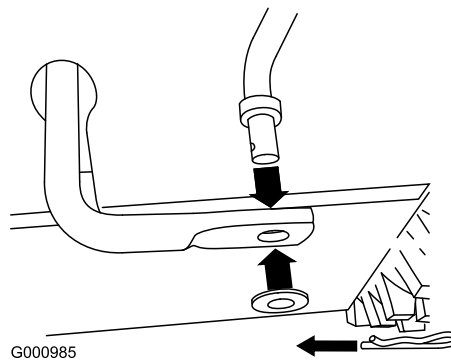

Figura 11
1. Togliete la coppia a forcina e la rondella dal lato inferiore dell'asta di comando della velocità ed inserite il lato inferiore dell'asta nel braccio articolato inferiore, in modo che il lato curvo dell'asta di comando della velocità sia rivolto indietro (Figura 11).